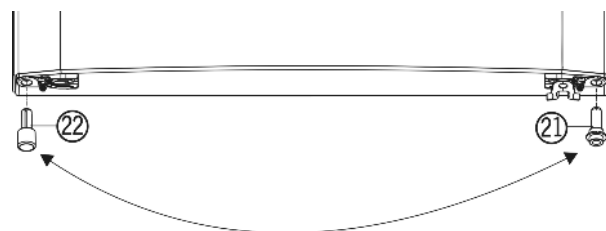

Fig. 5
- ▶ Доля вляво извадете ограничителя Fig. 5 (22) от вратата.
- ▶ Отново поставете ограничителя Fig. 5 (22) долу вдясно във вратата.